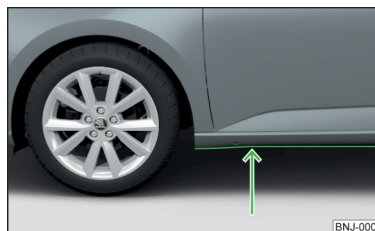

Fig. 124
- Prima di attraversare tratti d'acqua verificare la profondità dell'acqua. Il livello dell'acqua deve arrivare al massimo al bordo inferiore del longherone inferiore » fig. 124.